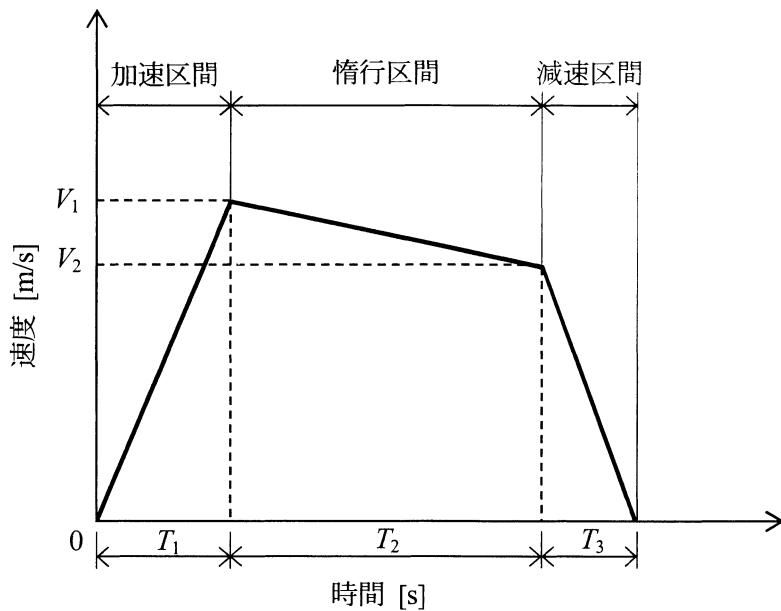

図 2 搬送機の運転パターン
(2) 蓄電池を電源として、平坦な直線上の 2 点間を移動する車輪駆動式搬送機がある。搬送機の質量は、積載荷重を含めて  $M[\text{kg}]$  である。この搬送機が、図 2 に示すような運転パターンで、始点での静止状態から  $T_1[\text{s}]$  の間、駆動力  $F[\text{N}]$  で加速走行し、その後、 $T_2[\text{s}]$  の間、駆動力を働かせずに惰行走行し、更にその後、 $T_3[\text{s}]$  の間、駆動力  $-F[\text{N}]$  で減速走行して停止した。このときの、搬送機の運動について考える。ただし、この搬送機には移動中、常に  $R[\text{N}]$  の抵抗力が生じているものとする。